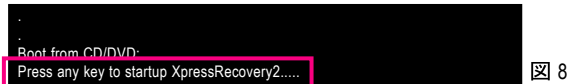

図 8
1. マザーボードドライバディスクから起動して、初めて Xpress Recovery2 にアクセスします。 Press any key to startup Xpress Recovery2 (図 8) というメッセージが表示されたら、どれかのキーを押して Xpress Recovery2 に入ります。